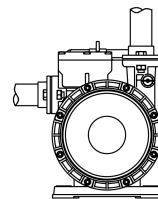

Рис. 2
Не запускайте насос, пока система полностью не заполнится водой, для выполнения данной операции, пожалуйста, следуйте инструкциям на Рис. 2.
5. Если насос не запускается, пожалуйста, выключите его. Заливайте в него воду, пока насос не запустится (Рис. 2). Или если уровень всасывания ниже, чем уровень водоснабжения, следуйте инструкциям в VII. 2., чтобы запустить Ваш насос.